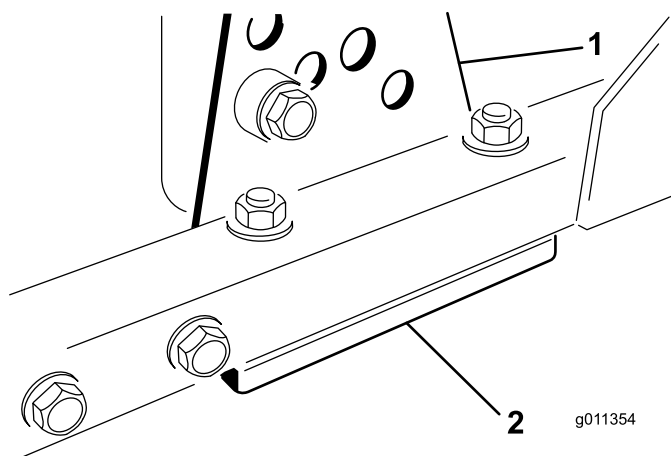

Figure 73
1. Retirez le support de hauteur de coupe (avant, gauche ou droit) du cadre du plateau de coupe (Figure 73).
2. Placez des cales de 1,5 mm et/ou une cale de 0,7 mm entre le cadre et le support du plateau pour obtenir la hauteur de coupe voulue (Figure 73).